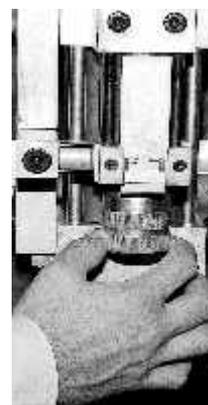

fig.1
- Scaricare la pressione residua svitando il pomolo zigrinato della valvola di spurgo. (fig.1)
Se tale procedura non dovesse eliminare il problema, è necessario ridurre la pressione della connessione n°5 a circa 1,5 bar (ricordando di eliminare la pressione residua) e, con l'unità in posizione di riposo, svitare con cautela (massimo di due giri) la vite posta a destra della connessione n°5 (pos. 1) facendo defluire l'aria presente ed una piccola quantità d'olio. (fig.1) (unità AP10 e superiori).
Se tale procedura non dovesse eliminare il problema, è necessario ridurre la pressione della connessione n°5 a circa 1,5 bar (ricordando di eliminare la pressione residua) e, con l'unità in posizione di riposo, svitare con cautela (massimo di due giri) la vite posta sul corpo intermedio in posizione opposta rispetto l'attacco del serbatoio (pos.2) facendo defluire l'aria presente ed una piccola quantità d'olio. (fig.1)
La regolazione si esegue ruotando l'apposito pomolo zigrinato e verificando sul nonio la corsa lavoro stabilita. Ad una rotazione oraria corrisponde un aumento della corsa lavoro, viceversa si otterrà una diminuzione della stessa ruotando il pomolo in senso antiorario.(fig.1)